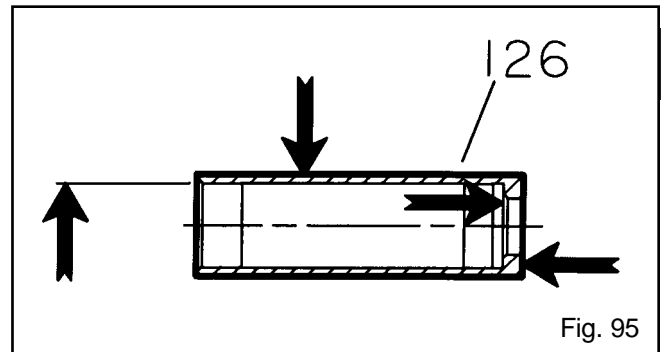

Fig. 95
3. Revise la superficie del eje y la camisa (126) para detectar ranuras o picaduras. Reemplácelos si se identifica alguna (Fig. 95).